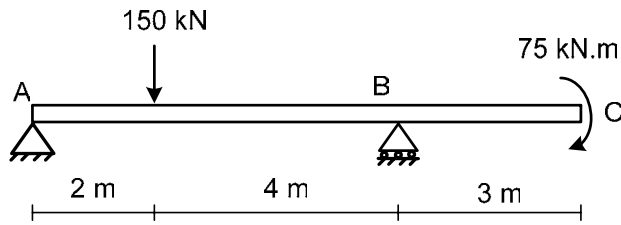

Figure 2
2. Consider the steel beam illustrated in Figure 2.
2. Pour la poutre et le chargement indiqués à la Fig.2,